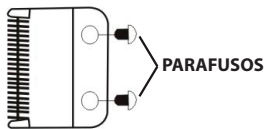
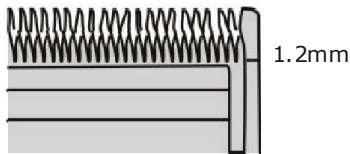

Figura 3
Figura 4
- Com o aparelho desligado, afrouxar levemente os parafusos (**Figura 3**), alinhar horizontalmente as duas extremidades das lâminas e apertar os parafusos. A lâmina superior deverá ficar a aproximadamente 1.2mm atrás da lâmina inferior (**Figura 4**).